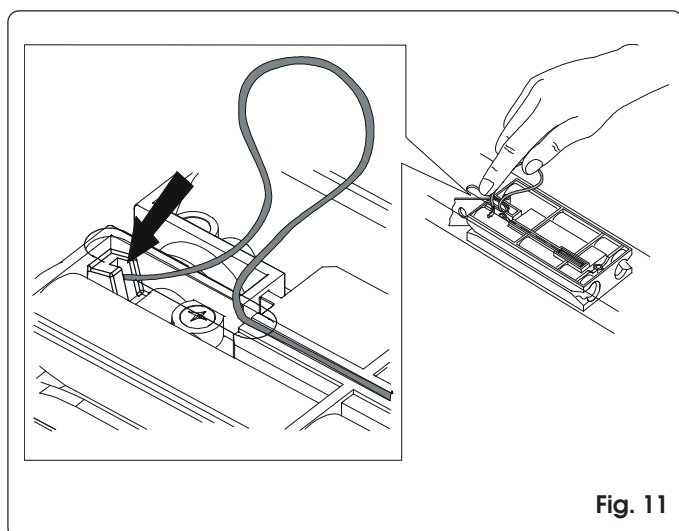

Fig. 11
- 3) Reculer le traîneau vers le groupe d'embrayage de la traction jusqu'à ce que le trou sur le traîneau soit en face de la fente, puis enfiler le câble sans gaine (fig. 11).